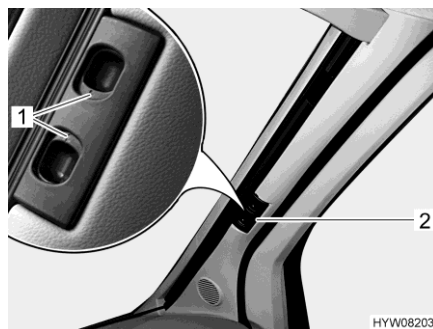

Fig. 101 Dispositif occultant plissé (pare-brise)
- Presser les poignées de déverrouillage (Fig. 101,1) et les maintenir pressées.
- Tirer le dispositif occultant plissé pour le pare-brise par la poignée (Fig. 101,2) vers le centre de la fenêtre.
- Pousser les deux moitiés du dispositif occultant plissé pour le pare-brise par la poignée (Fig. 101,2) à fond vers l'extérieur. Soulever la poignée à la hauteur de l'évidement de verrouillage.
- Lâcher les poignées de déverrouillage (Fig. 101,1) et les faire s'enclencher.